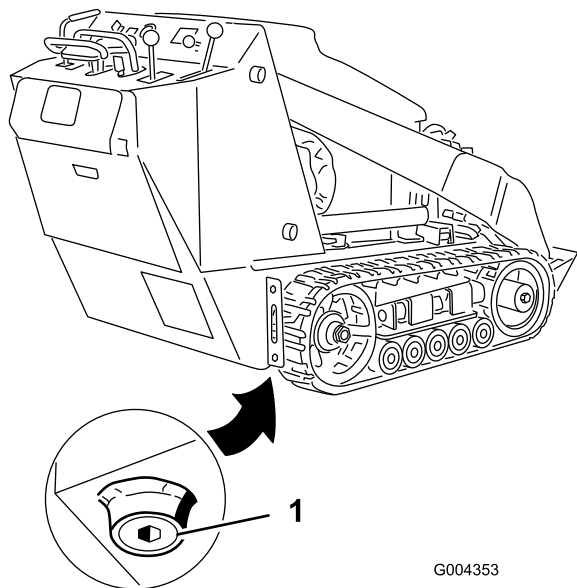

Рисунок 33
- Снимите маслосливную пробку (Рисунок 33).